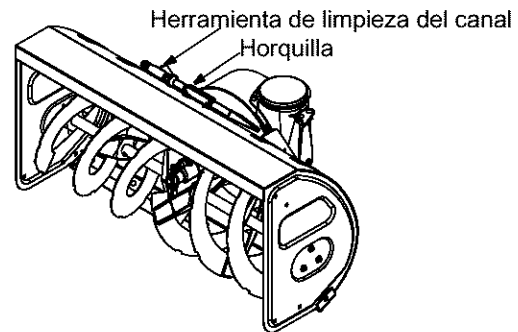

Figura 7
de ensamblado. Ver Figura 7 .
3. Saque la herramienta de limpieza de la horquilla que ajusta a la parte posterior de la caja de la barrena. Ver Figura 7 .